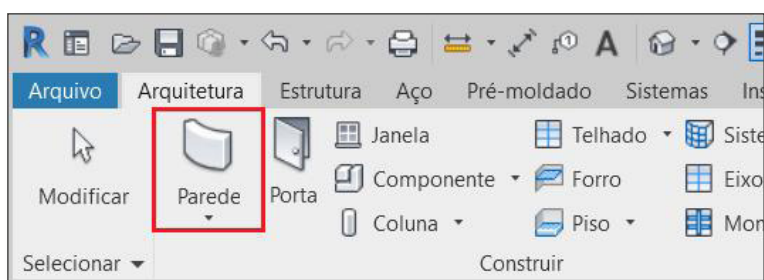

Figura 46 – Acesso ao botão “Parede”.
2. Na aba “Arquitetura”, painel “Construir”, clique no botão “Parede” ou tecle “WA” para acionar o comando “Parede” (Figura 46);